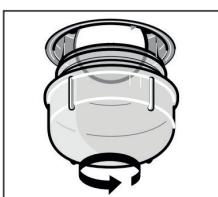

Рисунок 5
2. Поверните стеклянный плафон против часовой стрелки (см. рисунок 5).